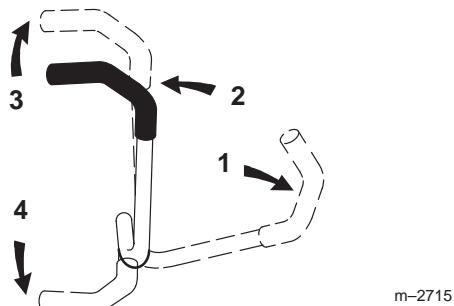

Bild 10
3. Schieben Sie für das Vorwärtfahren die Fahrantreibshebel langsam vorwärts (Bild 10).
Wenden Sie zum Geradeausfahren auf beide Fahrantreibshebel denselben Druck an (Bild 10).
Verringern Sie zum Wenden den Druck auf den Fahrantreibshebel an der Seite, in deren Richtung Sie wenden möchten (Bild 10).
2. Ziehen Sie zum Rückwärtfahren die Fahrantreibshebel langsam nach hinten (Bild 10).
Lassen Sie zum Wenden den Druck auf den Fahrantreibshebel an der Seite, in deren Richtung Sie wenden möchten, nach (Bild 10).